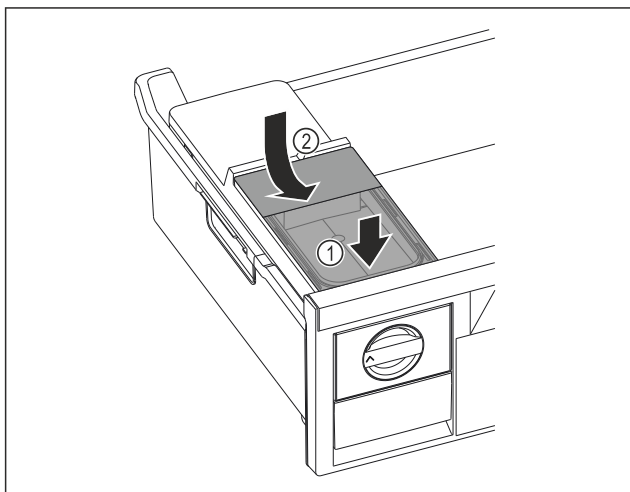

Fig. 125
- ▶ Elöl tegye fel a víztartályt. Fig. 125 (1)
- ▶ Hátról engedje le a víztartályt. Fig. 125 (2)